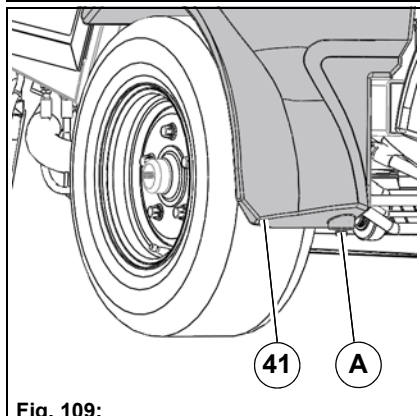

Fig. 109:
2. Dévisser les vis de vidange **Fig. 109-A** des deux côtés du réservoir d'eau fraîche **Fig. 109-41** et vider le réservoir.